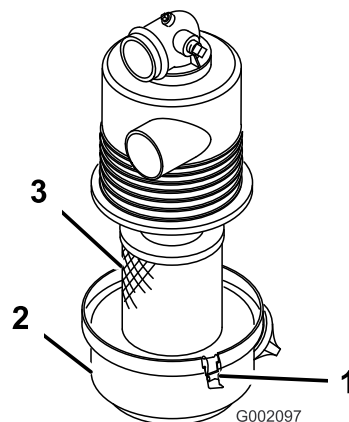

Figura 26
- Introduceți elementul de filtrare al filtrului de aer în carcasa filtrului de aer (Figura 26).
- Aliniați capacul filtrului de aer cu carcasa filtrului de aer și fixați capacul la carcasă cu ajutorul elementelor de fixare (Figura 26).